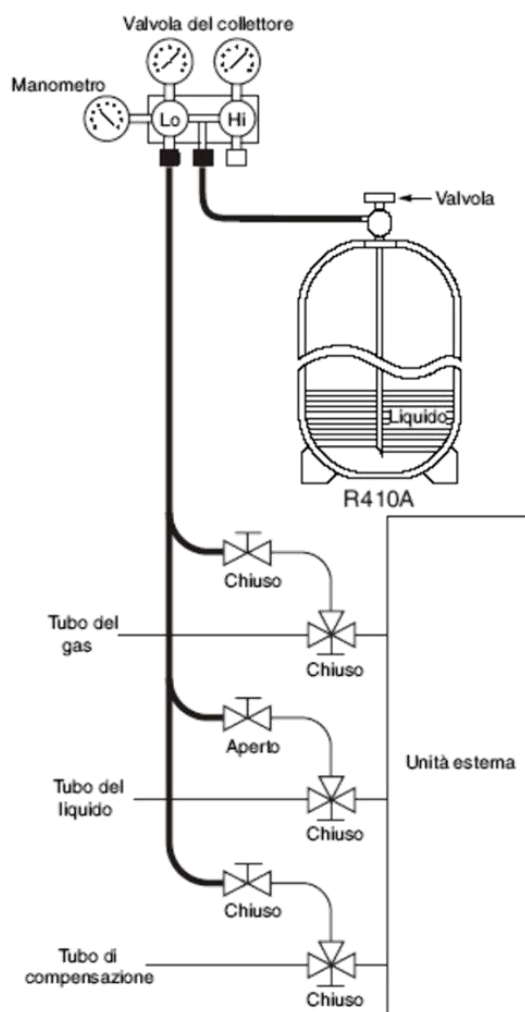

Fig. 1-5
- Caricare il refrigerante addizionale (calcolato in base alla lunghezza del tubo del gas, come illustrato nella sezione 8 "Caricamento di Refrigerante Addizionale") usando la valvola di servizio del tubo del gas. (Fig. 1-5).